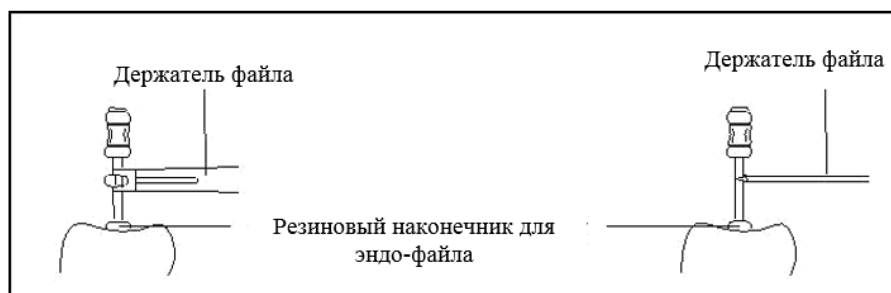

Рисунок 26
- 5.1.2 Вставьте загубник в белый порт измерительного провода (см. Рисунок 26).